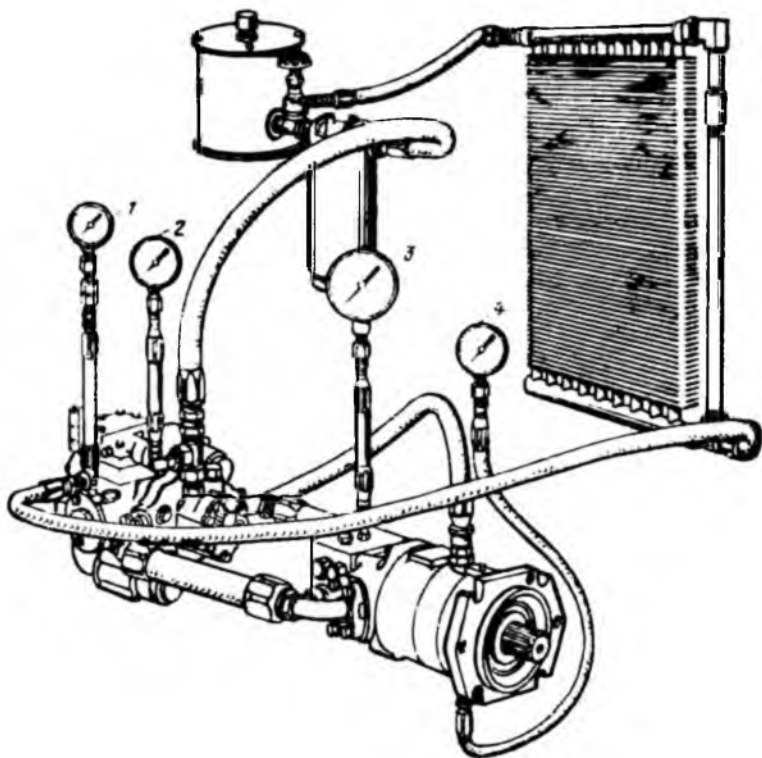

Рис. 6. Присоединение манометров для измерения давлений при работе гидропровода:
Для проверки сопротивления всасывающего трубопровода и контроля установленного на фильтре вакуумметра необходимо подключить дополнительный вакуумметр (поз. 2 на рис. 6) и измерить разрежение. При расхождении показаний приборов (установленного и подключенного) следует проверить чистоту всасывающего трубопровода. Отсутствие при проверке разрежения и давления в системе подпитки указывает на неисправности привода, в результате которых вал насоса подпитки не вращается.
Если рычаг управления гидрораспределителем установлен в нейтральное положение, манометр высокого давления (поз. 3 на рис. 6) должен показывать давление в системе подпитки. Увеличение этого давления свидетельствует о неисправности тяг механизма управления или нарушении регулировок золотника гидрораспределителя и нейтрального положения люльки гидронасоса.
1. Выверните на гидронасосе пробку из отверстия для измерения давления в системе подпитки (см. поз. 1 на рис. 6) и на ее место вверните штуцер заправочного маслопровода.